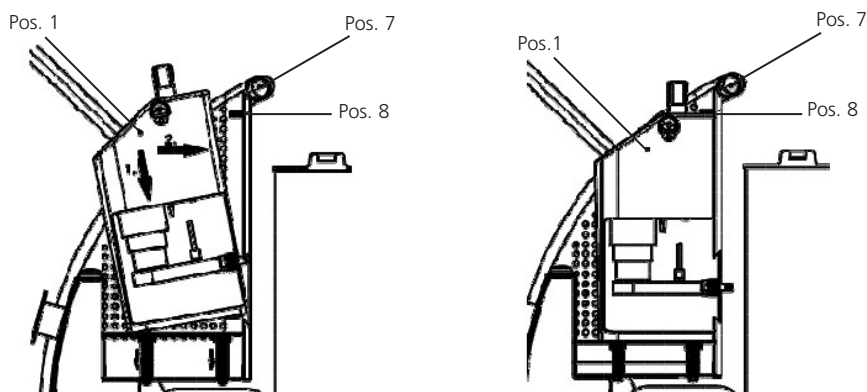

Abb. 3: PODS pro - Ansicht 3
- › Den Partikelzähler (Pos.1) gemäß Abbildung 3 in den Geräteträger (Pos.7) drücken, sodass der Haltewinkel (Pos.8) einrastet.